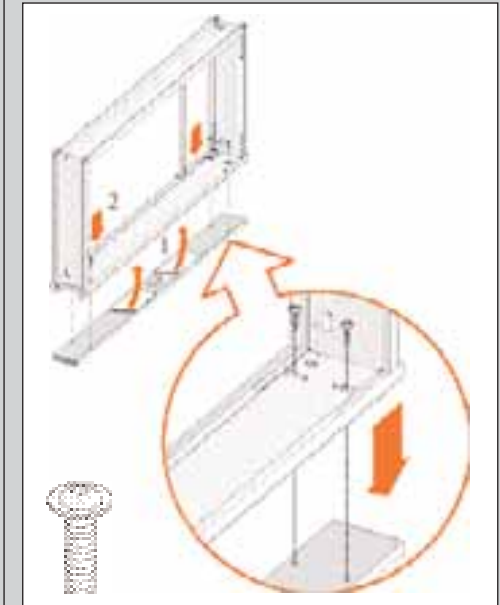

ABBILDUNG 33
1. Entfernen Sie die Schutzschicht des Klebbandes und drücken Sie die Leiste fest an (siehe Abb. 33).
2. An den Endteilen mit Schrauben befestigen (siehe Abb. 33).